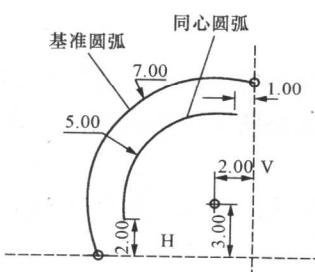

图 1-26 绘制同心圆弧
(1) 单击 按钮，然后选择一个圆或圆弧以确定圆心。
(2) 移动鼠标调整半径，在两个合适的位置处单击以确定圆弧的两个端点，如图 1-26 所示。